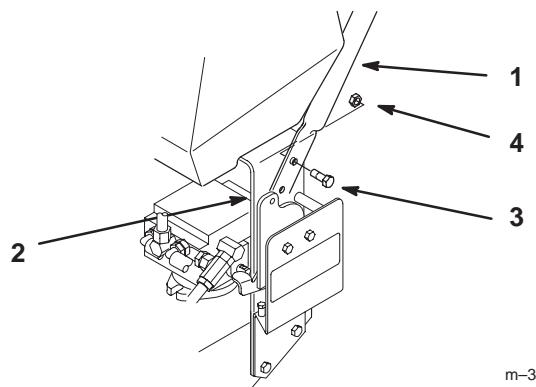

Figure 3
- Alignez le guidon avec les trous de fixation du bâti arrière (Fig. 3). Choisissez la position haute, intermédiaire ou basse pour le trou de fixation inférieur.
- Vissez un boulon à collarette (3/8 x 1 pouce) assorti d'un écrou à collarette de chaque côté (Fig. 3). Serrez les boulons à 34 Nm.